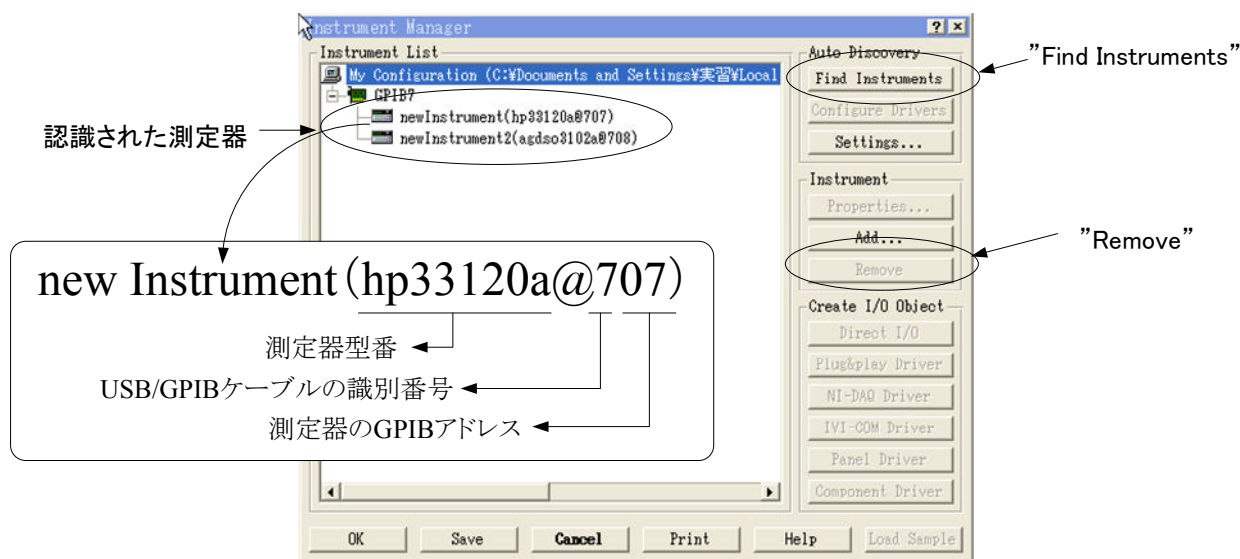

図5-1 Instrument Manager
(2) PC、ファンクションジェネレータ、デジタルオシロスコープをUSB/GPIBケーブルとGPIBケーブルで接続する。接続はデジチェーンで行うこと。
(3) 接続が確認できたらコンセントに電源ケーブルをつなぎ、電源スイッチを入れる。もし、エラーなどの異常がある場合は一度電源スイッチを切ってから確認すること。
(4) パソコンには”実験実習”でログインする。
(5) デスクトップにある”VEE pro”のアイコンをダブルクリックして起動すること。
(6) メニューバーより、[I/O]→[InstrumentManager]を選択し、図5-1のInstrument Manager ウィンドウを立ち上げる。
(7) 立ち上げたときにまだ測定器は認識していないはずだが、図5-1のようにすでに測定器が認識されている場合もある。このときは、各測定器をクリックし、”Remove”ボタンを押して全ての測定器を削除してから(8)に進む。
(9) 図5-1の画面の状態になったら、プログラム環境は整ったといえる。
- (1) メニューバーより、[I/O]→[InstrumentManager]を選択し、図5-1のInstrument Manager ウィンドウを立ち上げる。